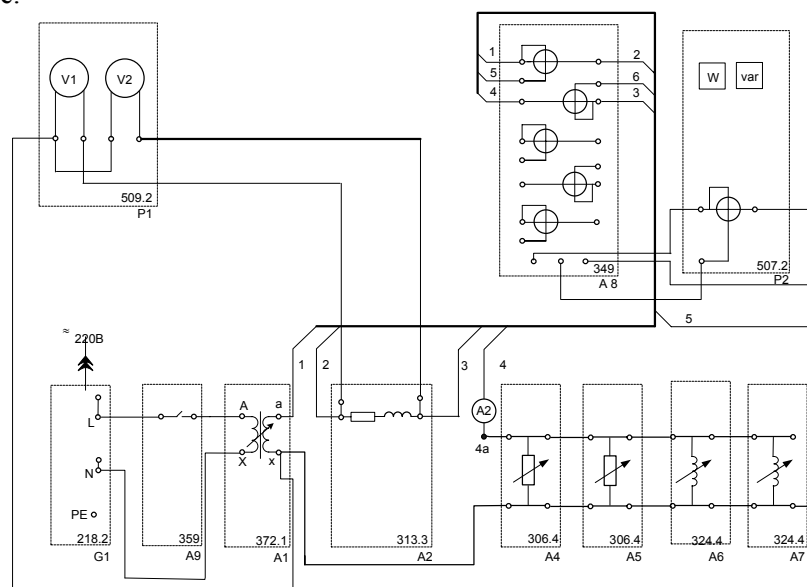

Рисунок 4 - Схема электрических соединений
2. Собрать схему электрических соединений (Рис.4).
3. Составить принципиальную схему на основании схемы (Рис.4).